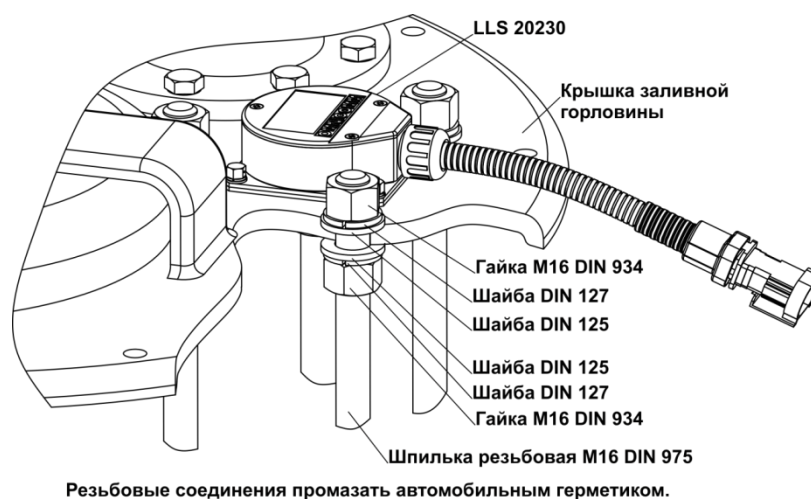

Рисунок 58
6. Установить три резьбовые шпильки согласно рисунку (Рисунок 58).